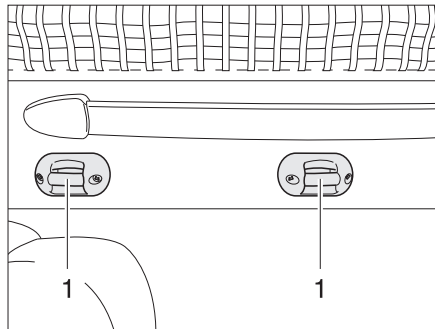

Fig. 110 Fixation échelle de montée
- Accrocher l'échelle de montée par les deux étriers aux crampillons (Fig. 110,1) se trouvant sur le lit escamotable.